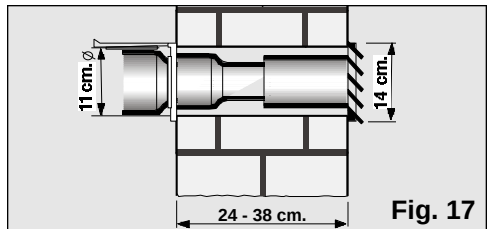

Fig. 17
- ❑ Om de warme lucht af te voeren via de muur moet u een opening in de muur maken voor het plaatsen van de muurschuif, **Fig. 17.**